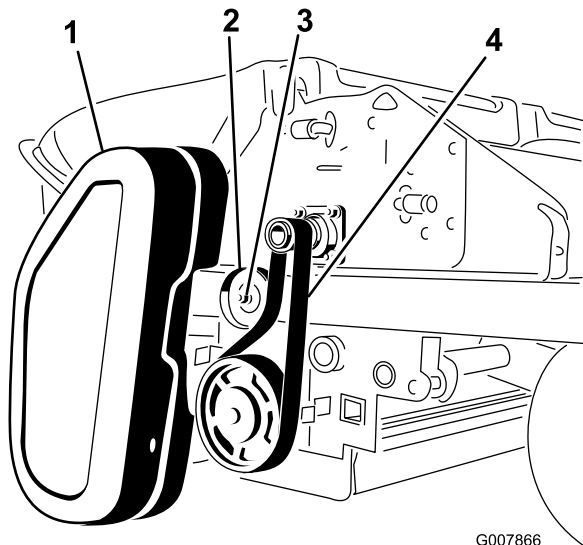

Figure 60
1. Retirez le couvercle de courroie (Figure 60).
2. Desserrez l'écrou sur la poulie de tension (Figure 60).
3. Déchaussez la courroie de l'arbre du hacheur et de la poulie de la brosse (Figure 60).